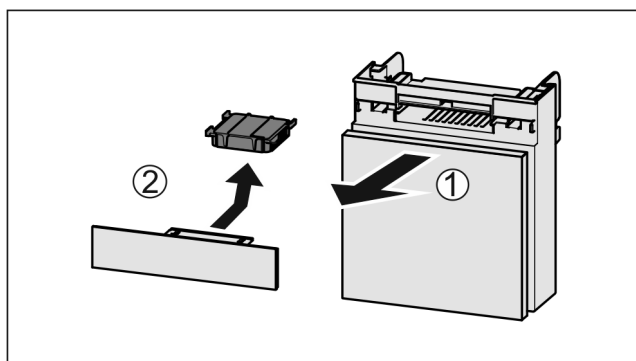

Fig. 126
- ▶ Zásuvku vytáhněte dopředu Fig. 126 (1).
- ▶ Filtr s aktivním uhlím vyjměte Fig. 126 (2).